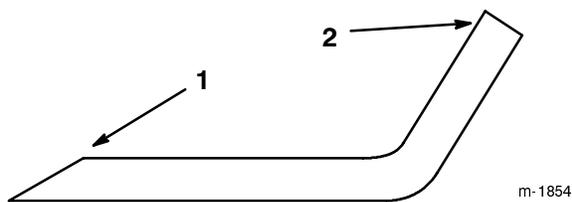
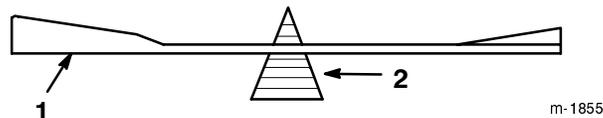

Figure 35
Figure 36
1. Au moyen d'une lime, aiguiser les arêtes de coupe aux deux bouts de la lame (Fig. 35) en veillant à conserver l'angle de coupe d'origine. Limer la même quantité de métal sur chacune des deux arêtes pour ne pas déséquilibrer la lame.
2. Vérifier l'équilibre de la lame en la plaçant sur un équilibreur (Fig. 36). Si la lame reste horizontale, elle est équilibrée et peut être utilisée. Si la lame est déséquilibrée, limer un peu l'extrémité de la partie incurvée (Fig. 35). Vérifier de nouveau et répéter la procédure jusqu'à ce que la lame soit équilibrée.